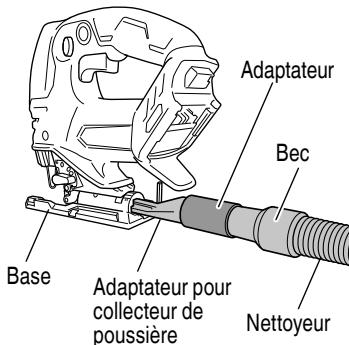

Fig. 35
Si l'on raccorde le nettoyeur (vendu séparément) par le collecteur à poussière et l'adaptateur (vendus séparément), on pourra recueillir la plus grande partie des poussières. (Fig. 35)
- (4) Raccorder le adaptateur pour collecteur de poussière à l'adaptateur. (Fig. 35)
- (5) Raccorder l'adaptateur au bec du nettoyeur. (Fig. 35)